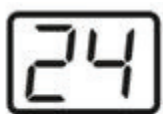

Fig.1
- Avant le changement, en mode refroidissement, l'écran s'affiche comme sur la figure 1.